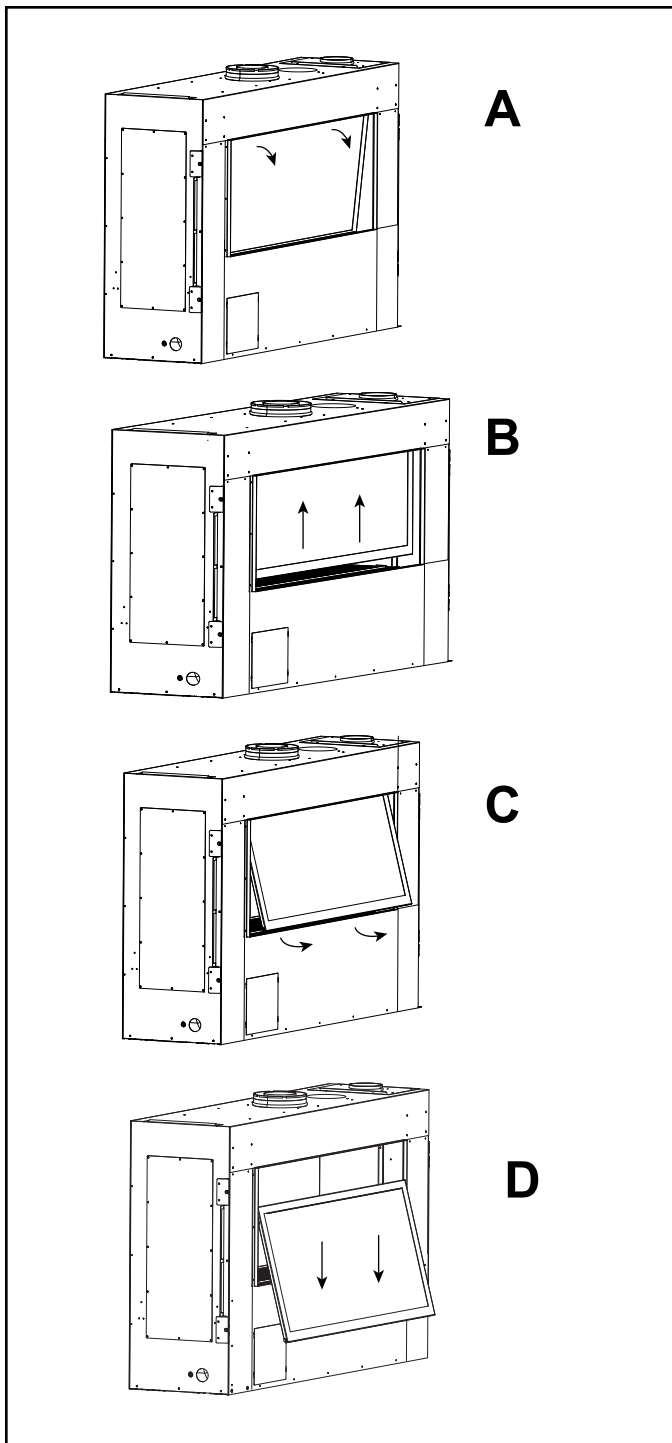

Figure 11.15 Retrait de la vitre du foyer
- Appuyez fermement les ventouses sur le verre et assurez-vous qu'une prise adéquate a été créée. Soulevez la vitre, puis abaissez-la vers la cavité de contrôle du foyer. Inclinez-la légèrement vers l'extérieur et soulevez-la pour la sortir de l'appareil. Voir la figure 11.15.